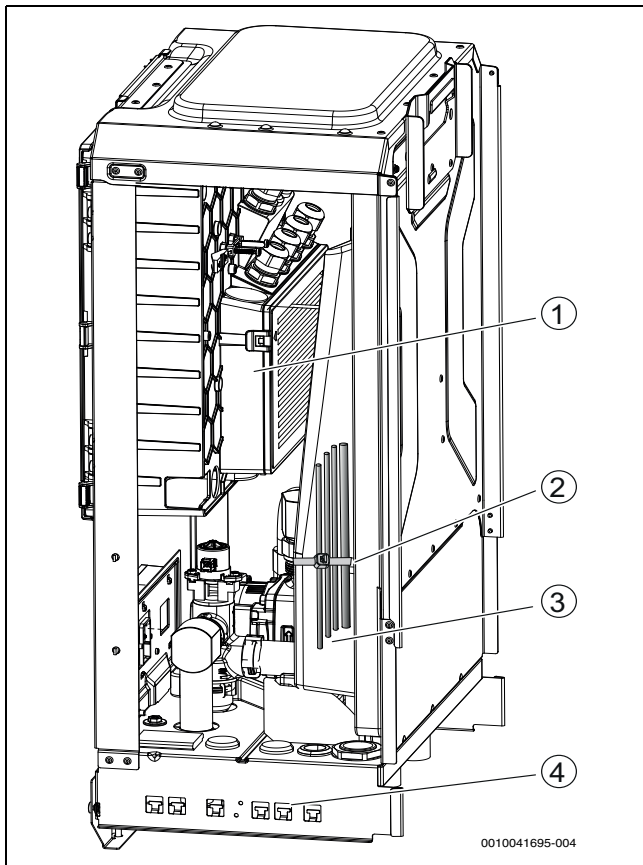

Bild 25 Kabelführung
- Kabel in der Inneneinheit verlegen und befestigen (→Abbildung 25).